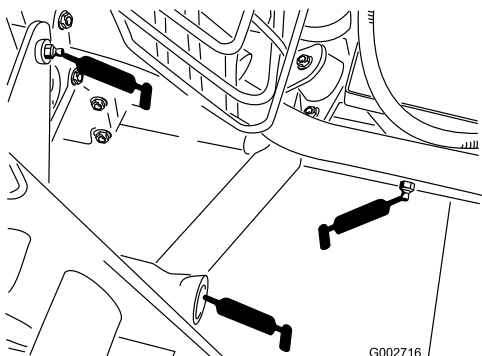

Рисунок 24
- Задняя навеска (5 шт.) (Рисунок 24)